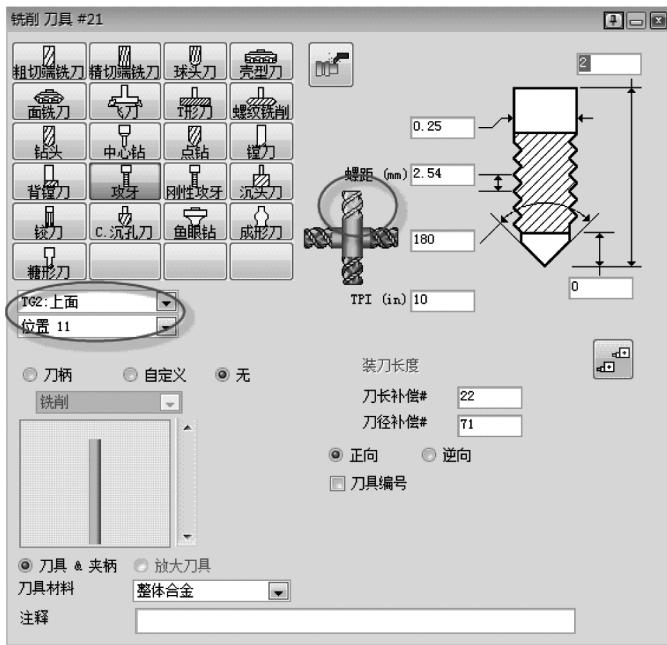

图 5-40 铣削刀具#21
23) 创建铣削刀具#21, 如图 5-40 所示。注意: 此刀具属于 TG2。